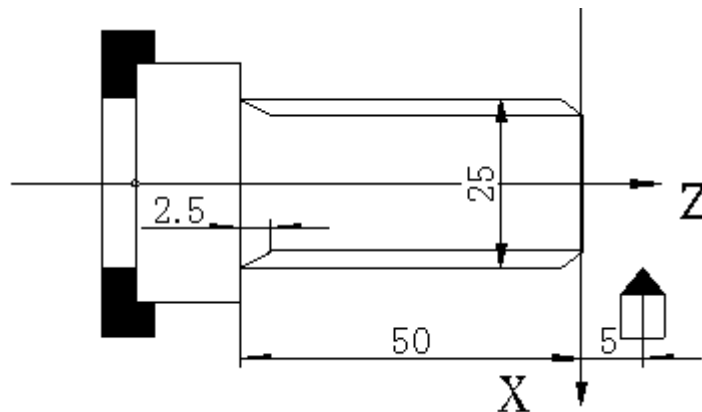

图 4-13 螺纹切削
5)、综合示例： 如下图 4-13
例：螺纹导程 2mm 切深 2.5mm（直径值，分两次切入）。如图 4-13：